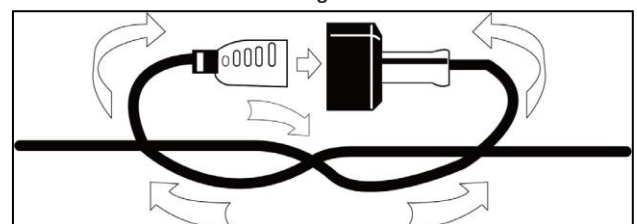

Fig. 3
3. Faites un nœud avec le cordon d'alimentation et la rallonge comme indiqué sur la figure 3.